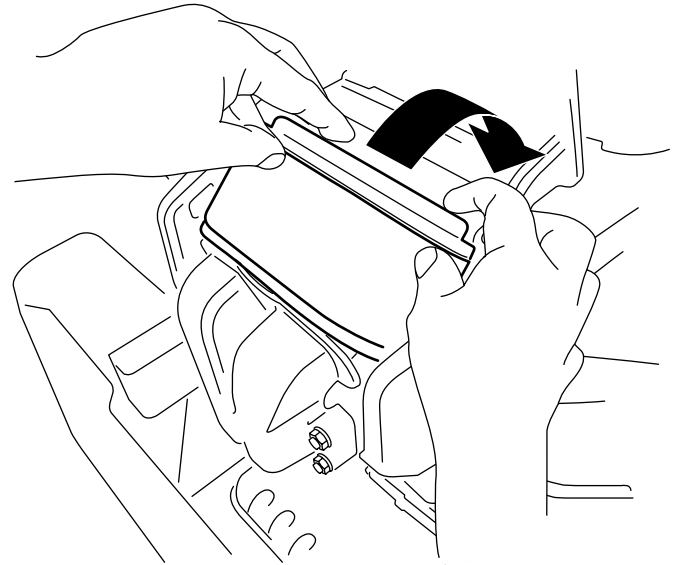

Figura 34
3. Introduzca el filtro en la cámara, girándolo para asentarlo correctamente contra el colector (Figura 34).